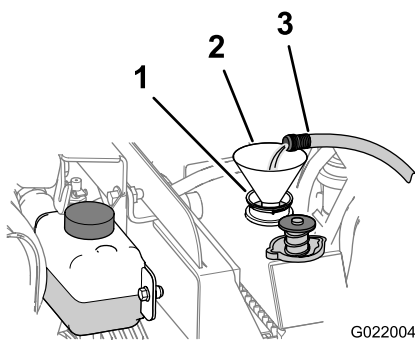

Figure 83
- B. Remplissez le radiateur avec de l'eau propre (Figure 83).